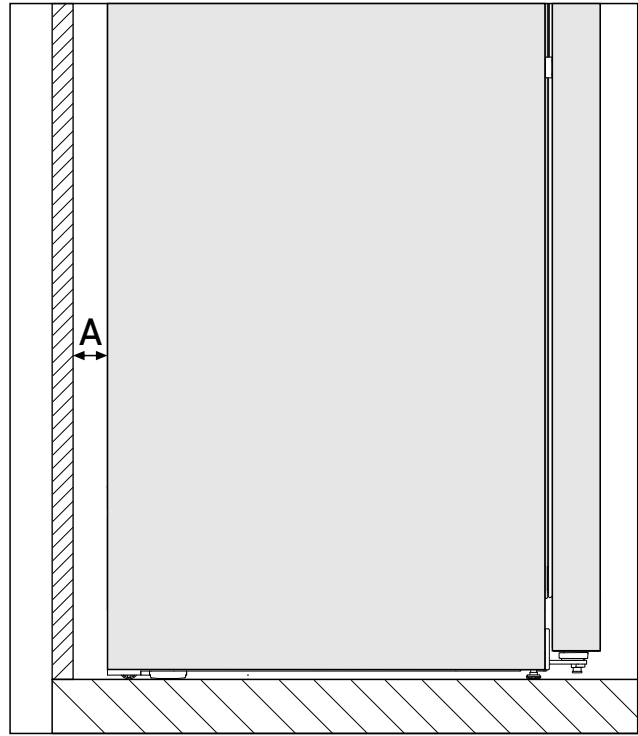

Fig. 3 *
Енергоспоживання було визначено на відстані Fig. 3 (A) між задньою стороною пристрою та стіною. Якщо відстань від стіни становитиме менше ніж Fig. 3 (A), це не впливатиме на працездатність приладу, однак за меншої відстані енергоспоживання дещо збільшується.